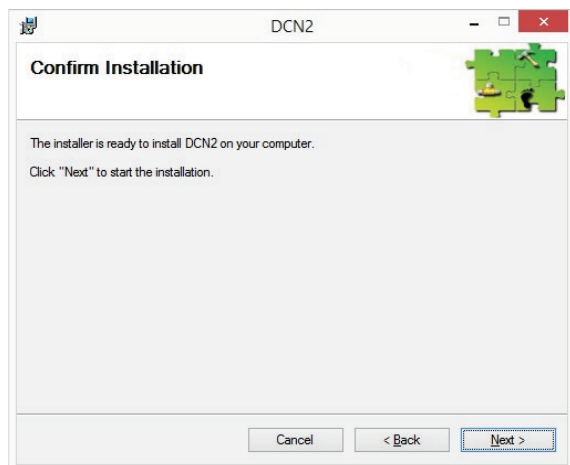
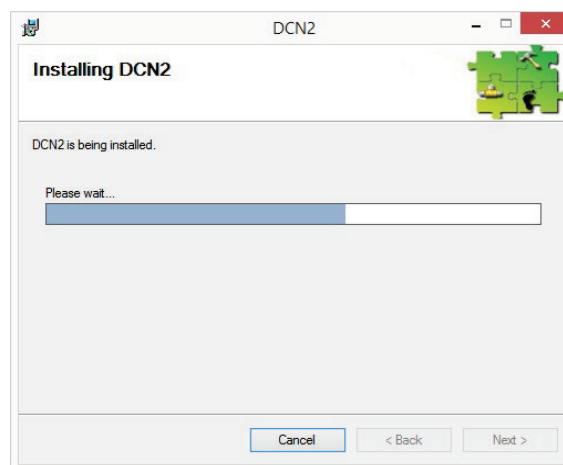

Рисунок 4
Рисунок 5
3. Нажать кнопку «Next» в информационном окне о начале установки ПС DCN-2 на компьютер (рис.4). Ход установки индицируется пользователю (рис. 5).